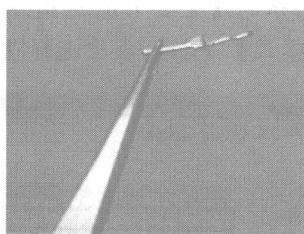

图 1-18
⑰用钳子将其从跳线接口后面拔出，如图 1-18 所示为拔出的跳线针。